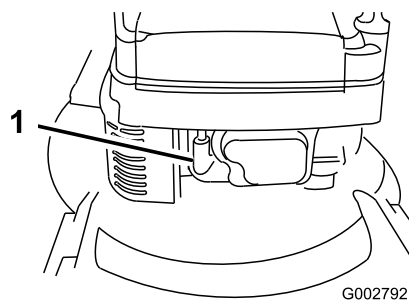

Figura 14
1. Conecte el cable de la bujía (Figura 14).